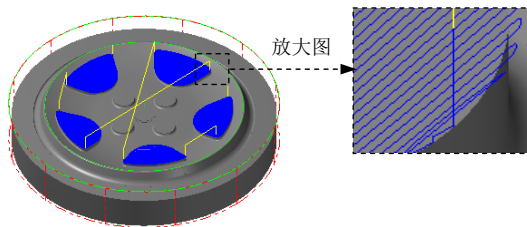

图 15.37 刀具路径
(1) 设置曲面加工参数。在“曲面精加工流线”对话框中单击 **曲面参数** 选项卡，其参数采用系统默认设置值。
(2) 设置曲面流线精加工参数。
① 在“曲面精加工流线”对话框中单击 **曲面流线精加工参数** 选项卡，在 **截断方向的控制** 区域的 **环绕高度** 后的文本框中输入值 0.01。
② 单击 **间隙设置 (G)...** 按钮，在系统弹出的“刀具路径的间隙设置”对话框的 **允许的间隙** 区域中选中 **距离** 单选项，然后在 **距离** 后的文本框中输入值 5.0。
③ 在 **位移小于允许间隙时，不提刀** 下拉列表中选择 **平滑** 选项，在 **切线的长度** 文本框中输入值 1.0。
④ 单击 **✓** 按钮，系统返回至“曲面精加工流线”对话框。
Step5. 单击“曲面精加工流线”对话框中的 **✓** 按钮，系统弹出“曲面流线设置”对话框。单击该对话框中的 **✓** 按钮，同时在图形区生成图 15.37 所示的刀具路径。